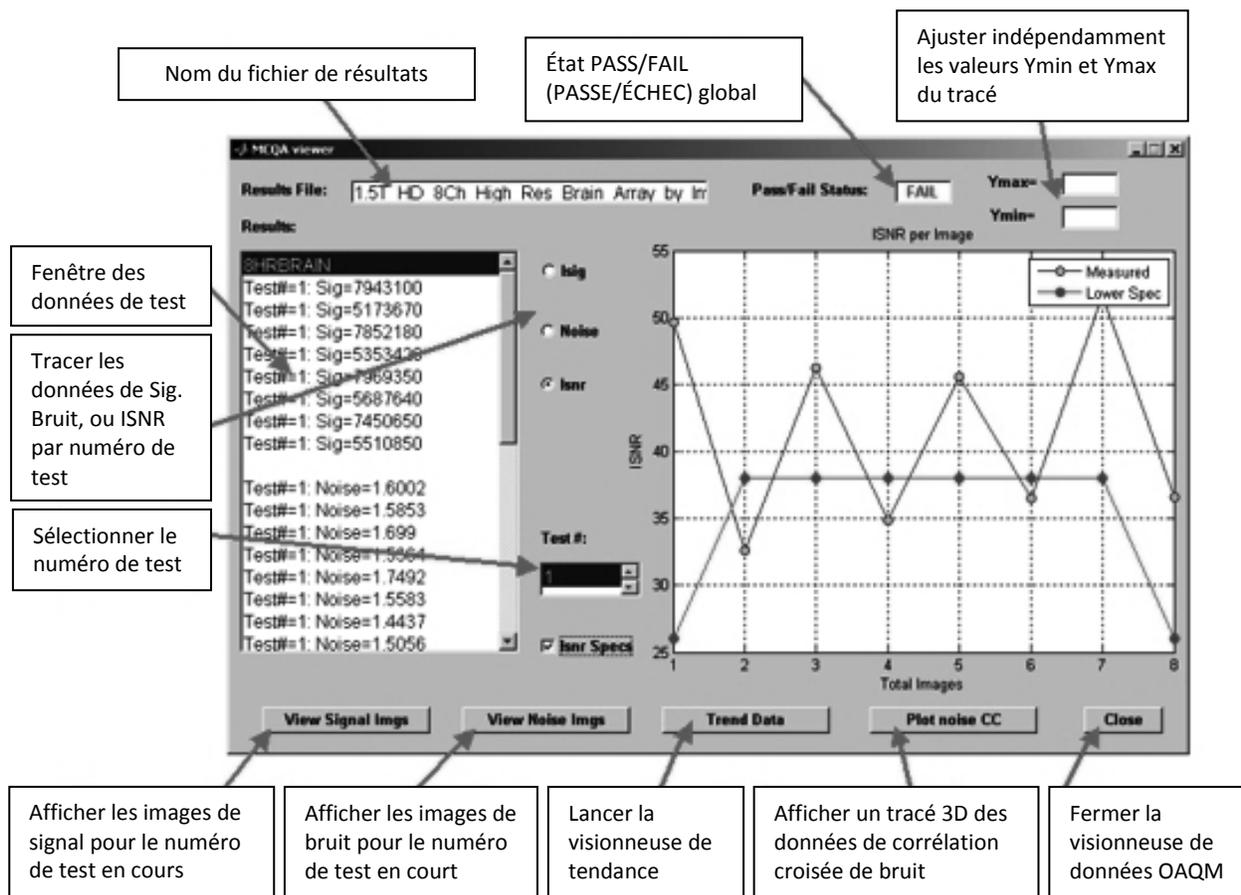

Figure 7
**Remarque :** La visionneuse de résultats s'ouvre comme illustré à la figure 7. Le nom du fichier de résultats et les résultats Pass/Fail (Passe/Échec) indiqués dans l'interface graphique de l'outil sont également présentés en haut de la visionneuse.